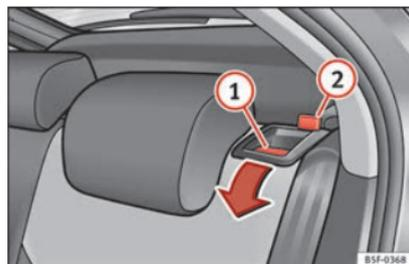

Fig. 150 Leva di sblocco dello schienale.
- Premere la leva di sblocco » » fig. 150 ① nella direzione indicata dalla freccia.
- Sollevare lo schienale fino a farlo incastrare » » ⚠. Se lo schienale è ben fissato, la tacca rossa del perno » » fig. 150 ② non risulta più visibile.